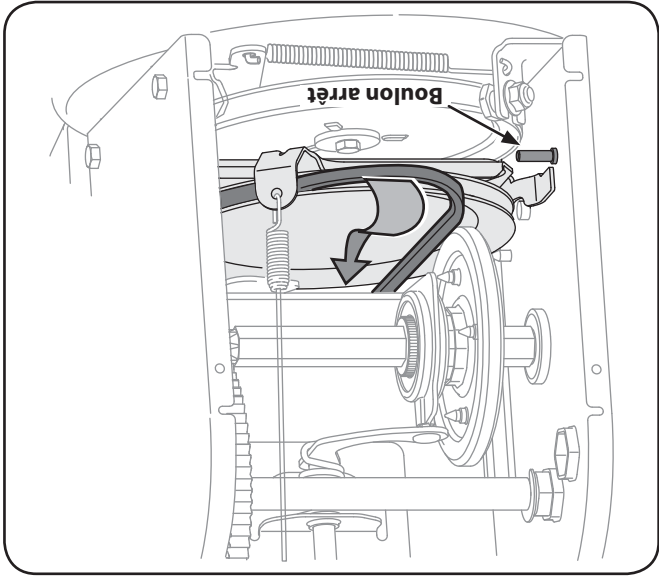

Fig. 7-8
- Retirez le boulon d'arrêt pour augmenter l'écartement entre la plaque d'entraînement et la roue de frottement. Voir la figure 7-8.
- Dégagez la courroie de transmission de la poulie et de l'espace entre la roue de frottement et la plaque d'entraînement. Voir la Fig. 7-8.